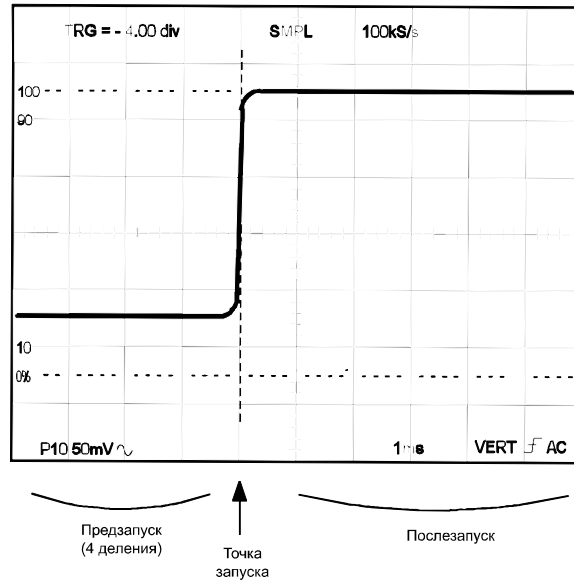

Рис. 7.22
- Управление перемещением точки запуска развертки осуществляется многофункциональным регулятором VARIABLE (9). Нажатие на регулятор позволяет перемещать точку запуска или грубо или более точно.
- Для примера, перемещение точки предзапуска на 4 деления приведено на рис. 7.22